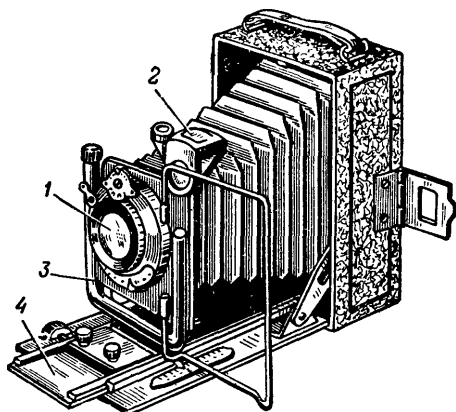

Рис. 22. Общий вид пластиночной камеры „Фотокор“:
На рис. 22 представлен общий вид складной пластиночной камеры «Фотокор», снабжённой центральным затвором с меняющимися скоростями и ирисовой диафрагмой. После рассмотрения предыдущих, более сложных конструкций не понадобится её подробное описание. В ней всё открыто — объектив (1), видоискатель (2) и передняя стойка (3), на которой укреплен объектив и которая может передвигаться по салазкам (4) для наводки на резкость. Матовое стекло для наводки на резкость и кассеты вдвигаются в пазы на задней стенке камеры, не видной на рисунке.